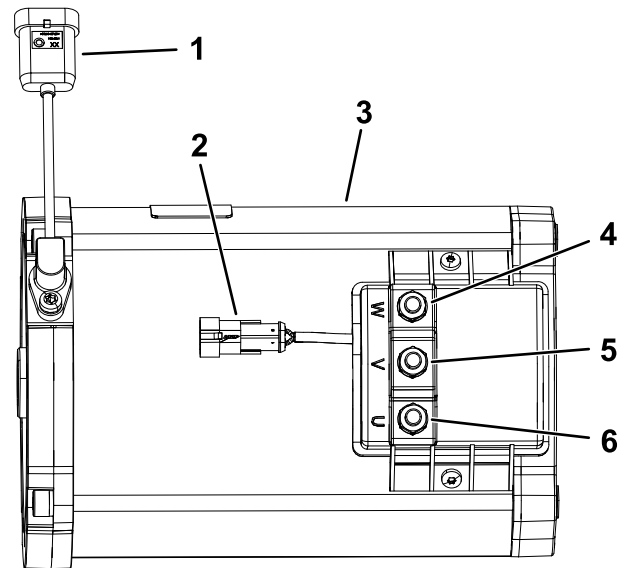

Figura 2
- B. Desenchufe los conectores del arnés de cables del codificador del motor de tracción (sensor de velocidad) y del termistor (temperatura), tal y como se muestra en la Figura 2.
- A. Enchufe los conectores del motor de tracción y del codificador del motor de tracción (sensor de velocidad) y el termistor (temperatura) al arnés de cables de la máquina (Figura 2).